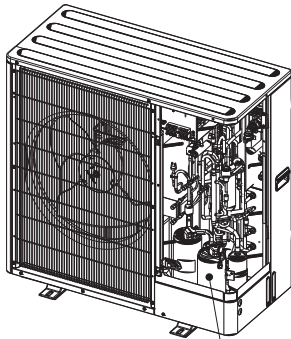

Fig. 8-1
Si la référence de l'appareil est PUZ-WZ80VAA, il y a deux compresseurs et les procédures suivantes doivent uniquement être effectuées sur le compresseur indiqué sur la Fig. 8-1.
3. Après avoir connecté les câbles au compresseur, celui-ci commence à chauffer dès qu'il est sous tension. Après avoir mis sous tension le compresseur pendant les durées indiquées ci-dessous, mesurer de nouveau la résistance de l'isolation. Si la référence de l'appareil est PUZ-WZ80VAA, le seul compresseur chauffé est celui indiqué sur la Fig. 8-1.